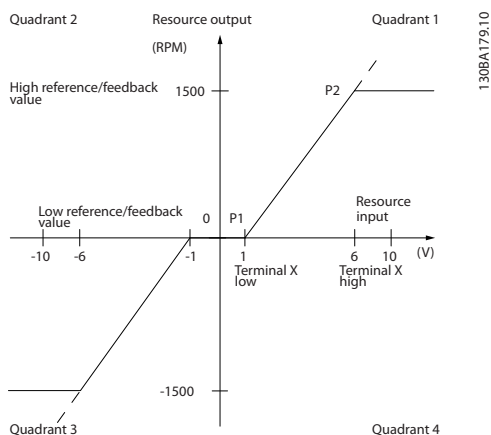

图 3.19 死区
- 最小参考值或最大参考值必须为零。换言之，P1 或 P2 必须在图 3.19 的 X 轴上。
死区的大小由 P1 或 P2 定义，如图 3.19 所示。